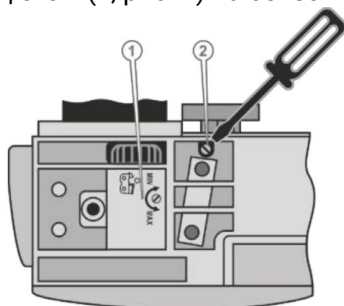

Рисунок 6. Схема регулювання автоматичної подачі мастила на ланцюг.
Гвинт для регулювання мастильного насоса (2, рис. 6) розташований на нижній поверхні бензопили.
- для зменшення подачі мастила обернути гвинт (2, рис. 6) в напрямку позначки «MIN».